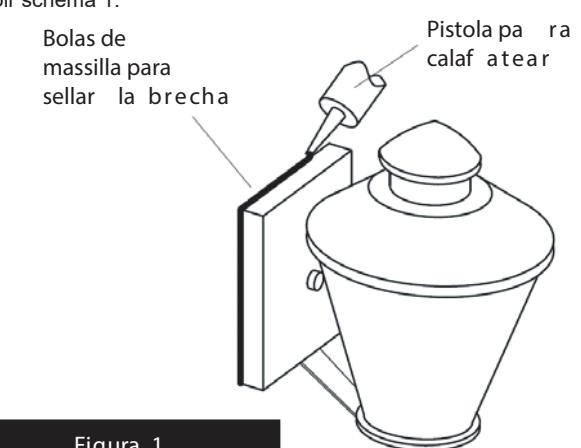
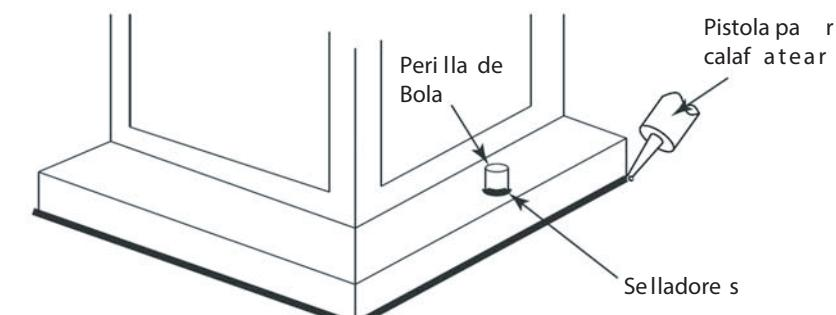

Figura 1
Figura 2
- Apriete la correa de montaje (1) de la caja de conexiones (A) con los dos tornillos 8-32 (2) **no provisto** – **Véase la Figura 1**.
- Rosca 2 – tuercas hexagonales (3a) y (3b) en el tubo rosacado (4).
- Pase un extremo del tubo rosacado (4) en el bucle (5) un mínimo de 1/2" a 3/4". Aprieta la tuerca hexagonal (3a) en contra de bucle (5) para fijar bucle en posición.
- Rosca el otro extremo de tubo rosacado (4) en la correa de montaje aproximadamente e 1/2".
- Desliza el dosel (B) sobre bucle (5) y ajustar la altura de bucle así que la mitad de la zona rosacada en el bucle está expuesta – **Véase la Figura 2 abajo**. Después que la bucle esta ajustada, apriete la tuerca hexagonal (3b) contra la correa de montaje para que se quede en posición.
- Quite la correa de montaje (1) de la caja de conexiones (A),y rosca la tercera tuerca hexagonal (3c) en el extremo del tubo rosacado (4) por encima de la correa de montaje, apriete contra la correa de montaje para fijar la posición de montaje.
- Aho rá deslice el collar de el bucle (6) y el dosel (B) en la cadena. – **Véase la Figura 2**.
- Conecte el otro extremo de la cadena al bucle (5). Recibe la ayuda para este paso ya que la luminaria puede ser pesado y difícil de man tener mientras se conecta la cadena .
- Deslice el cables conductores y alambre de conexión a tierra a través del centro del bucle (5).
- Conecte el alambre de conexión a tierra a la correa de montaje (1) con el tornillo verde de conexión a tierra (GS).
- Con firmeza deslice el dosel contra el techo y asegure girando el collar rosacado (6) en el bucle (5) hasta que quede apretado.
Después de asegurar fijo en su lugar, se recomienda que la distancia entre la parte superior y la base de montaje del acceso rio se sellar á con cualquier buen masilla impermeable de calida o sellador de silicona (no incluido). También se recomienda que una pequeña capa de madill o sellador de ser sometidos a los mandos de bolas utilizadas para montar accesorio – Véase la Figura 2.